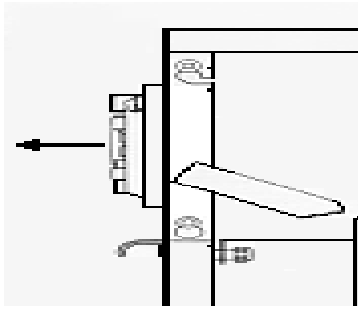

Bild 3 - Demontage Kesselverkleidung - Installation
5.6. Montage/Demontage der Kesselverkleidung (Bild 3 und 4)
Jetzt werden zuerst die beiden Kreuzschlitzschrauben auf dem Kesselschaltfeld gelöst (Bild 4 - Pos. 1). Dann die beiden Kreuzschlitzschrauben an der Oberkante des Rückwandbleches. Nun kann das Deckblech der Kesselverkleidung mit etwas Kraft ca. 15 mm nach hinten gezogen werden und dann aus den Aufnahmeschlitzten der Seitenwände ausgehoben werden. Jetzt kann die Schaltfeldblende parallel zum Sitz aus den Aufnahmeschlitzten gezogen werden und in eine Position gebracht werden, welche die elektrische Installation ermöglicht. (Bild 3)